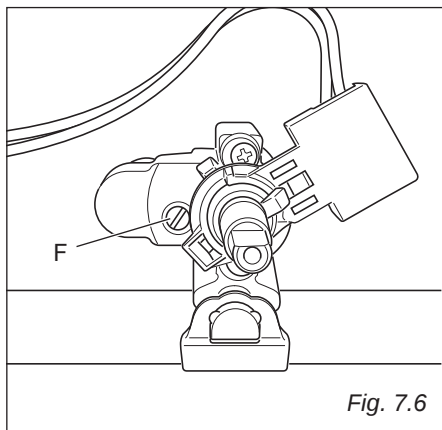

Fig. 7.6
I rubinetti del piano di lavoro sono dotati di valvolatura di sicurezza; in questi rubinetti la vite di regolazione del minimo è situata all'esterno del rubinetto (Fig. 7.6).
- Sfilare la manopola del rubinetto e con un cacciavite a taglio agire sulla vite F (fig. 7.6), fino ad ottenere la fiamma desiderata.